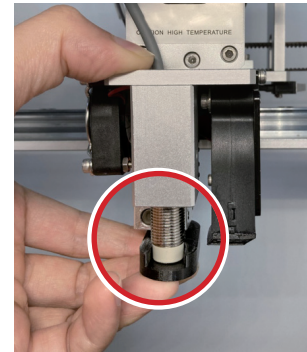

Fig. 3
6. Déplacez le capteur Z vers le haut ou vers le bas jusqu'à ce qu'avec la buse, ils s'alignent avec le haut de l'outil d'étalonnage du capteur Z. Voir Fig. 3.